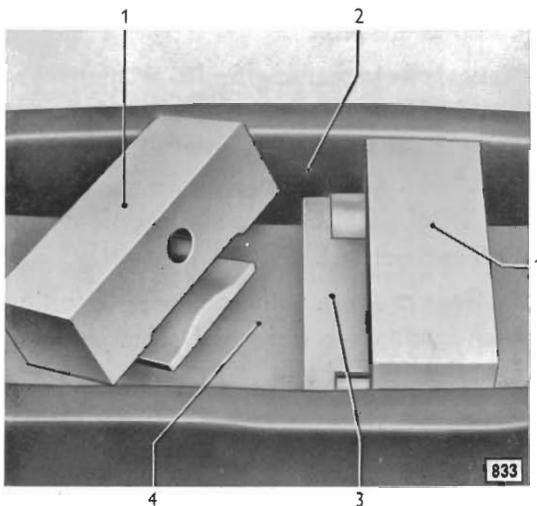

Bild 55 - Spannstücke in Bügel der Vorderfeder einsetzen
1. In den Bügel (55/3) der Vorderfeder (55/4) zwei Spannstücke (55/1) von S-1198 entsprechend Bild 55 einsetzen.